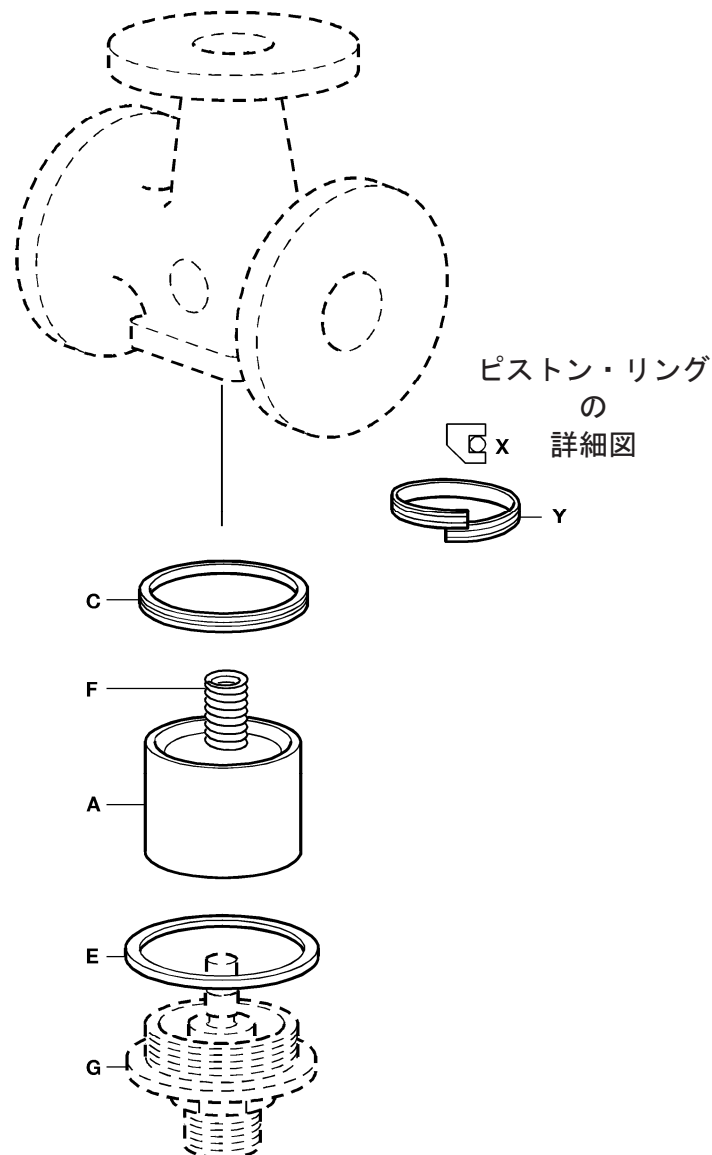

図8
4.3 ピストン・シーリング・リングの交換方法 (図8参照)